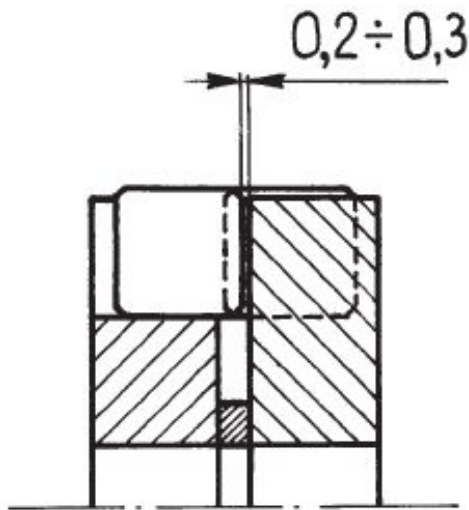

рис.3
Машина LKF.200 оснащена двумя головками, каждая из которых содержит 6 твердосплавных пластин. В процессе длительной работы наступает износ пластин и необходима смена их положения в гнездах или полная замена. Для этого необходимо снять кожух (205), открутив два болта (212) на боковых стенках. Снимать фрезы с вала необязательно, если в процессе работы пластины не заклинило в гнездах. Ключом шестигранным  $s=3$  (305) открутить болты М6 х 0,75 (407), крепящих пластины (406) и достать их из гнезда. Очистить гнездо от стружки и вставить новую пластину или изменить положение старой, обращая внимание на то, чтобы пластина в гнезде опиралась на всю свою поверхность. Необходимо оставить небольшие зазоры между пластинами на соседней фрезе, для обеспечения полного захвата среза (рис. 3). Соблюдайте указанный на рисунке зазор 0,2 - 0,3 мм. Замену пластин можно также производить после снятия фрез с вала двигателя. В таком случае снятые фрезы необходимо положить на плоскую и ровную поверхность так, чтобы одна лежала указателем оборотов движения вниз, другая вверх. Далее, вставить пластины в гнезда, прижимая их до конца в сторону (рис. 4).